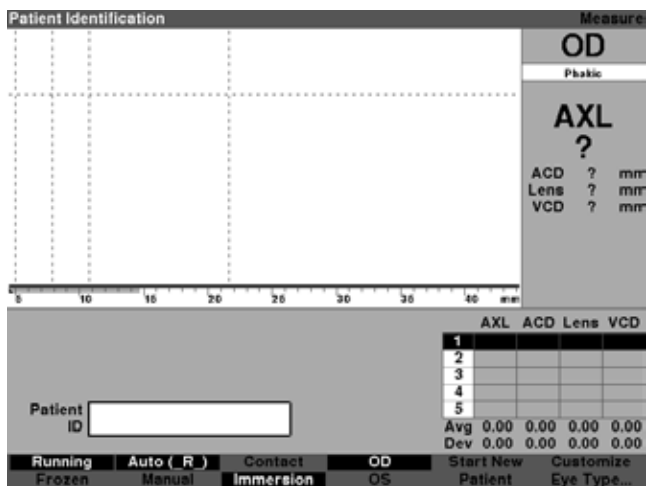

Figura 3-18 Campo de informações do paciente
1. Pressione o botão sob a seleção “Start New Patient” (Iniciar novo paciente) nas telas de Medições, Cálculo da LIO ou Registros de paciente. Consulte a Figura 3-18 abaixo.